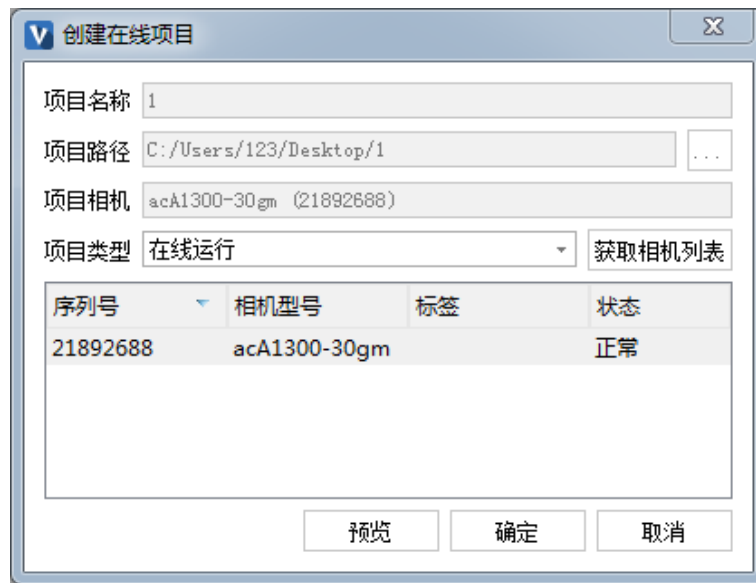

图 2-18 程序加载
2. 弹出如图 2-18 所示的“创建在线项目”对话框，单击【确定】按钮，完成程序加载。